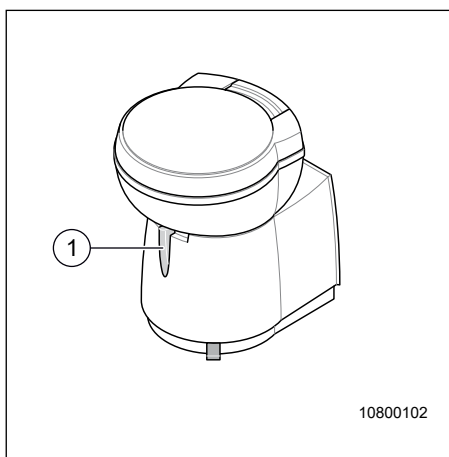

Fig. 68 Toalettspolning
Använd spaken på toalettens undersida (Fig. 68, pos. 1) för att spola.